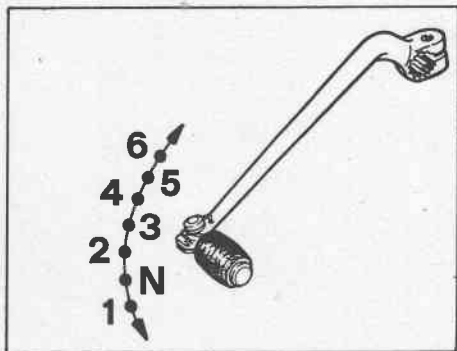

Fig. 8 - Pedale selettore
- mettere il cambio in posizione di folle (fig. 8);
- dopo aver fatto girare in folle il motore per alcuni minuti in modo da portarlo a temperatura ottimale di esercizio ed abbassato la leva dello starter tirare a fondo la leva della frizione e innestare la 1ª marcia (pedale verso il basso fig. 8);